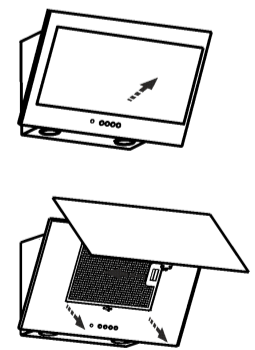

рис. 4
- 6.1.1 Перед установкой вытяжки снимите алюминиевый фильтр (рис. 4).
- потяните за нижний край откидной панели, как показано на рис.4 и откройте ее;
8.3 Для очистки алюминиевого фильтра извлеките его из вытяжки (рис.4). Произведите очистку фильтра с помощью щетки горячим водным раствором нейтрального моющего средства вручную или в посудомоечной машине (при 60°C). Сильно загрязненный фильтр не следует мыть в посудомоечной машине вместе с посудой. Старайтесь не сгибать фильтр при мойке. Возможное изменение цвета фильтра с течением времени, не приводит к снижению эффективности его действия.